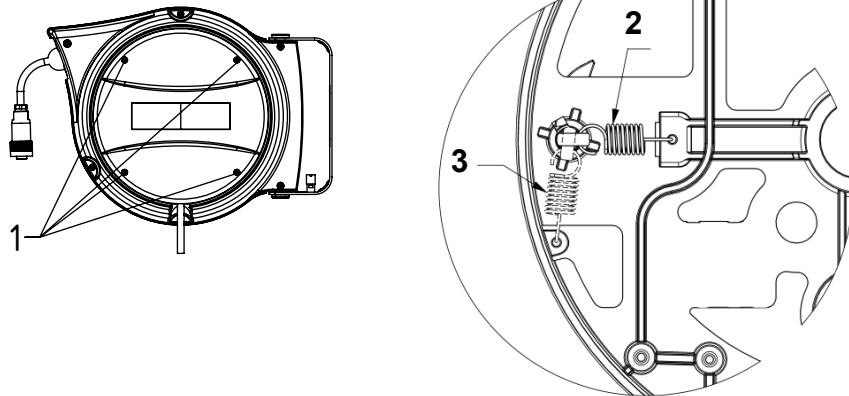

Abb. 10:
- Durch Lösen der vier Schrauben (1) wird der Seitendeckel entfernt (siehe Abb. 10).